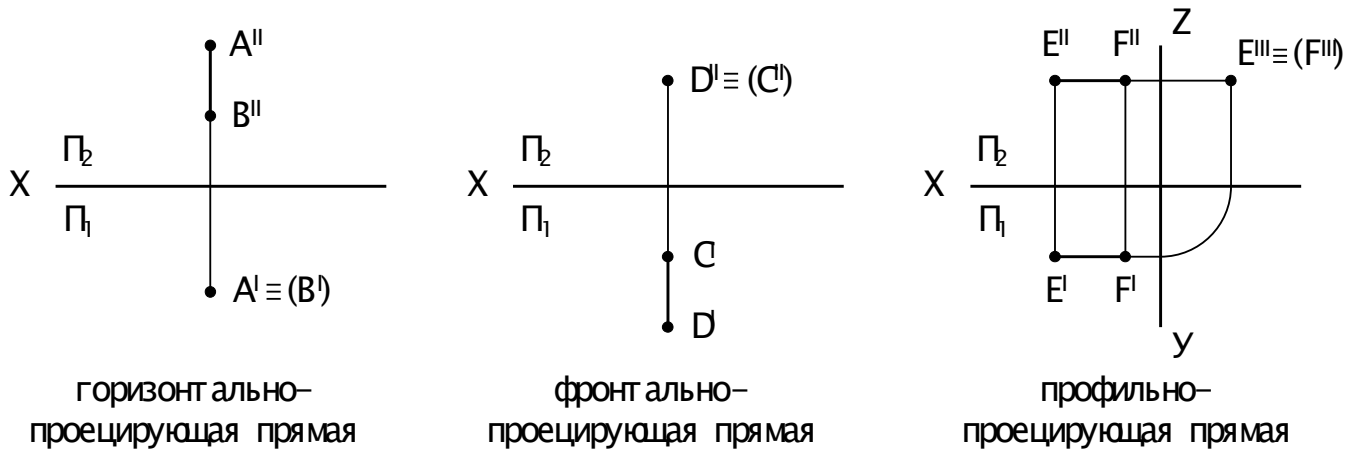

Рис. 8
- перпендикулярны одной из плоскостей (т.е. параллельны двум плоскостям проекций) – проецирующие прямые (Рис. 8).